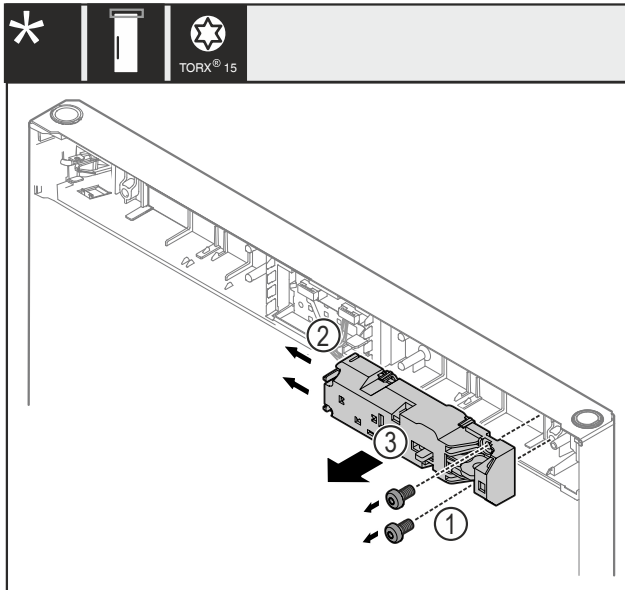

Fig. 24
- ▶ Извлеките винты Fig. 24 (1).
- ▶ Сдвиньте защелки Fig. 24 (2) в сторону и снимите замок дистанционного открытия Fig. 24 (3).